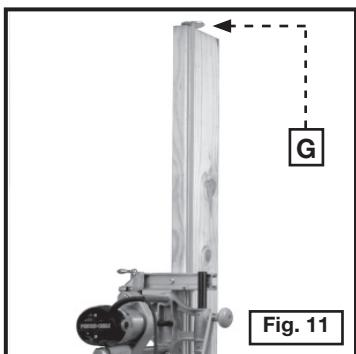
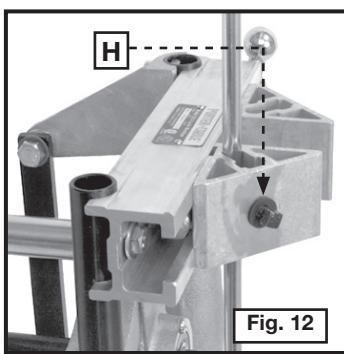

Fig. 11
Fig. 12
Si vous avez un certain nombre de portes dont les serrures sont à la même hauteur, la tige de hauteur (Fig. 11) offerte en accessoire vous sera très utile. Après avoir déterminé la hauteur que vous désirez et avoir mis la mortaiseuse de serrure en position sur la première porte, assemblez les quatre tiges qui composent la tige de hauteur. Insérez les tiges dans la mortaiseuse et placez la butée (G) de tige de hauteur sur le dessus de la tige de manière à ce qu'elle repose sur le dessus de la porte. Bloquez les vis (H) de la tige de hauteur, Fig. 12. Pour positionner la mortaiseuse sur la porte suivante, il vous suffit de placer la mortaiseuse sur la porte avec la butée de tige de hauteur reposant sur le dessus de la porte et de serrer les serre-joints. Ceci assurera que toutes les serrures sont situées à la même position.
2. Tracez une ligne (F), Fig. 12, sur les guides latéraux (C) de gabarit, à mi-chemin entre les barres (B) et (E).
3. Positionnez le gabarit sur la porte de manière à ce que la ligne (F) du gabarit corresponde à la ligne tracée sur le bord de la porte au centre de la mortaise coupée.
4. Serrez les deux vis à ailettes (G), Fig. 12, afin de bloquer le gabarit en place.